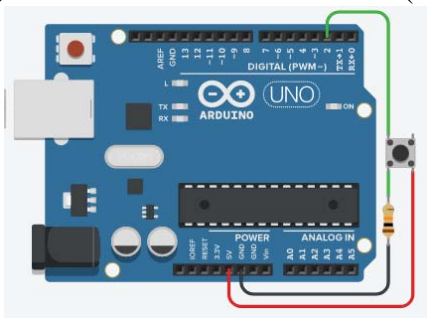

Figure 1
- 7) Allumage d'une LED à chaque fois qu'un bouton poussoir est actionné avec visualisation sur oscilloscope des signaux du bouton poussoir et de la LED (Figure 1).
- 8) Changement d'état d'une LED à chaque fois qu'on actionne et relâche un bouton poussoir (Détecteur de changement d'état d'un bouton poussoir) avec visualisation sur oscilloscope les signaux du bouton poussoir et de la LED (Figure 1).